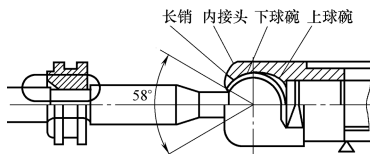

图 3-142 横拉杆及内球头
- 2) 按图 3-142 所示,把转向盘向左打到底,扳动转向拉杆,发现有一定的旷量,扳动转向拉杆时发出“咯啦咯啦”异响。这种异响有两个原因,一是转向器齿条严重磨损,间隙太大;二是转向机壳体内右端的塑料套磨损太大所致。这两种情况按技术要求都不可修复。